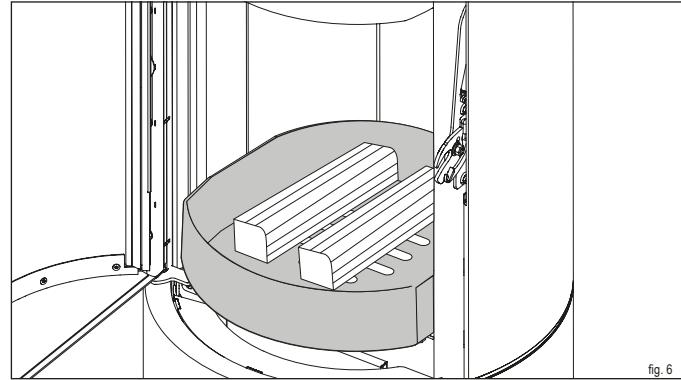

fig. 6
- Collocare due ceppi di legno (4) con un peso totale di 1,4 kg in posizione centrale all'interno della camera di combustione (con il lato frontale rivolto in avanti).
- Lasciare circa 5 cm di distanza dalla lastra della camera di combustione (fig. 6).